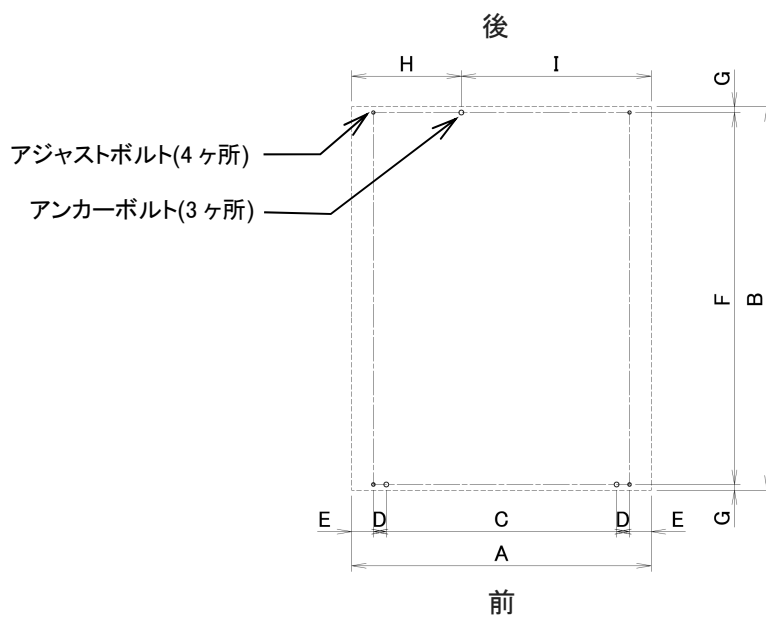

図 4-2
- 1) 機械の据付は、機械自重による床荷重(770kg/m²)に充分耐えられる所で、かつ、水平な所であれば、特別な基礎工事の必要はなく、簡易基礎にて水平を出し、3本のアンカーボルトにて固定するだけで充分です。ただし、特に地盤の弱い所は、(図 4-2)を参照の上基礎工事をしてください。また、機械の据付は水平器を用いて、左右は水平にし、機械の前後方向は機械前側が少し上がり気味になるように据付してください。